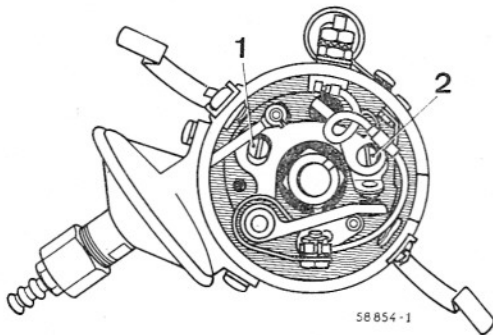

Fig. 19.—Ajuste de la abertura de platinos.
Aflojar el tornillo (2) y regular la abertura de 0,4 a 0,5 mm., por medio del tornillo (1); bloquear de nuevo el tornillo (2) (ver fig. 19).